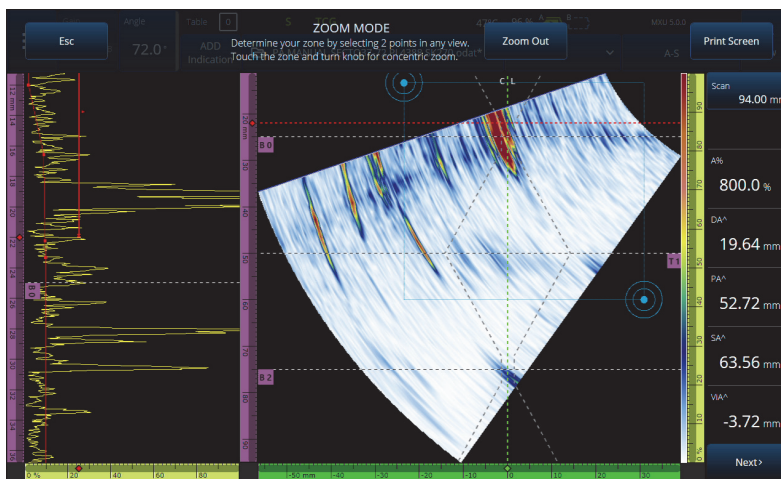

图 2-11 放大示例
1. 按放大键 ()，启动（或关闭）放大模式（参见第 38 页的图 2-11）。
- ◆ 按放大键（），启动放大模式（参见第 38 页的图 2-11），然后点击所显示的 **Print Screen**（打印屏幕）。